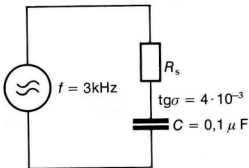

Bild 180
c) Der Serieverlustwiderstand des Kondensators nach Bild 180 ist zu bestimmen.